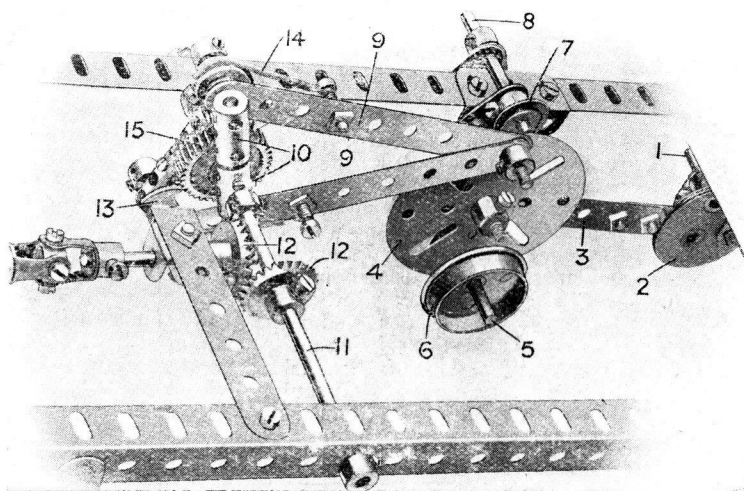

Fig. 5. Convertisseur vu en dessous.
plateau central et porte deux roues à boudin (6) qui jouent le rôle de poids du pendule. La tringle (5) et les poids (6) sont suspendus à l'aide de deux manivelles (7) à la tringle-pivot (8) montée sur la partie principale du cadre, comme le montre la gravure. Deux bandes de neuf trous (9) sont reliés au trou supérieur du plateau central (4) et leurs autres extrémités sont reliées à des éléments formés par deux accouplements (10) fixés sur de petites tringles, les accouplements se balançant librement sur la tringle de commande (11) qui transmet le mouvement au différentiel par l'intermédiaire d'engrenages coniques (12). Deux cliquets (13) sont montés sur de petites tringles fixées dans les trous extérieurs de l'accouplement (montré clairement par la fig. 5); ces cliquets sont constamment en prise par l'intermédiaire de ressorts à petite tension (14), de sorte qu'ils sont maintenus en contact avec une roue dentée de 25 millimètres (15). Lorsque la voiture se meut dans une certaine direction les cliquets reposent sur cette roue dentée, mais si elle se meut dans l'autre direction ils actionnent la roue dentée (15) et, en conséquence, la tringle (11) sur laquelle la roue est fixée.